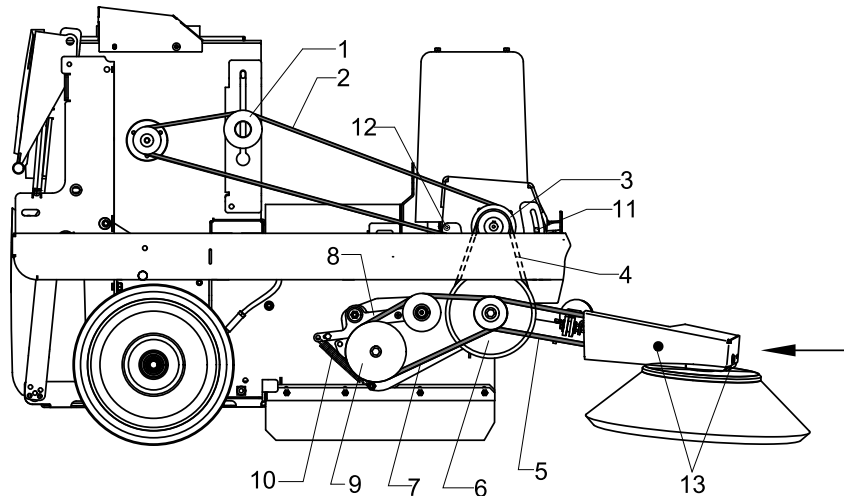

Fig.27
- Aperte a mola de tensão (Fig. 27/10) com a mão esquerda enquanto remove a correia da polia com a mão direita
- Remova a correia (Fig. 27/7)
- Desaperte os parafusos (Fig. 27/13 da cobertura
- Empurre a escova lateral na direção do equipamento para libertar a correia (Fig. 27/5)
- Remova a correia (Fig.27/5))
- Desaperte o rolamento (Fig. 27/1)
- Desaperte o parafuso (Fig. 27/11) e o parafuso (Fig. 27/12) e liberte a correia (Fig. 27/4)
- Remova a correia (Fig. 27/4) da polia (Fig. 27/3)
- Remova a correia (Fig. 27/2)
Primeiro ajuste a tensão da correia da bomba hidráulica (Fig. 27/4) e depois a tensão da correia no rolamento (Fig. 27/2).